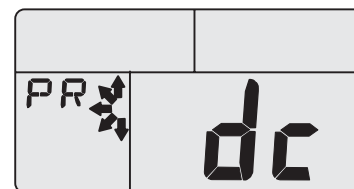

图 5.16
(4) 若接收系统（打印机、掌上电脑或个人电脑）接收数据失败
① 若数据打印失败，HT-2000A 将显示如图 5.16 所示